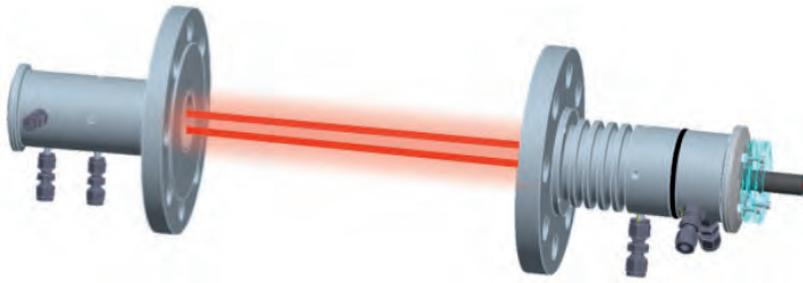

Figura 22 Montaje del conjunto de puntero láser / blanco reflectante en el cabezal TDL.
- 1 Instale el conjunto de puntero láser / blanco reflectante en la brida del cabezal TDL (consulte la Figura 22 en la página 52).
<p>1 Instale el conjunto de puntero láser / blanco reflectante en la brida del cabezal TDL (consulte la Figura 22 en la página 52).</p>